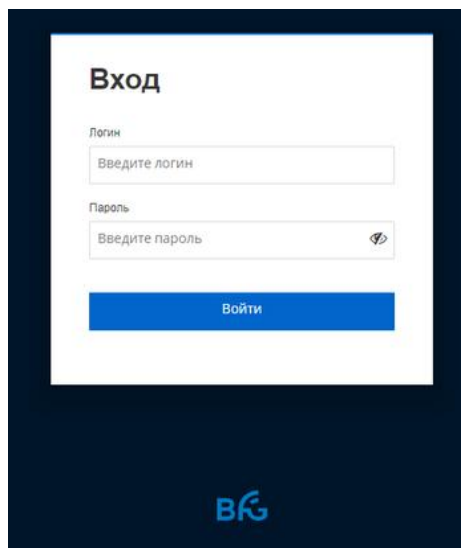

Рисунок 187
2. В открывшемся окне авторизации (Рисунок 187) указать логин и пароль, затем нажать на кнопку **Войти**. В случае успешного ввода данных осуществится переход в основное окно профиля (Рисунок 190).